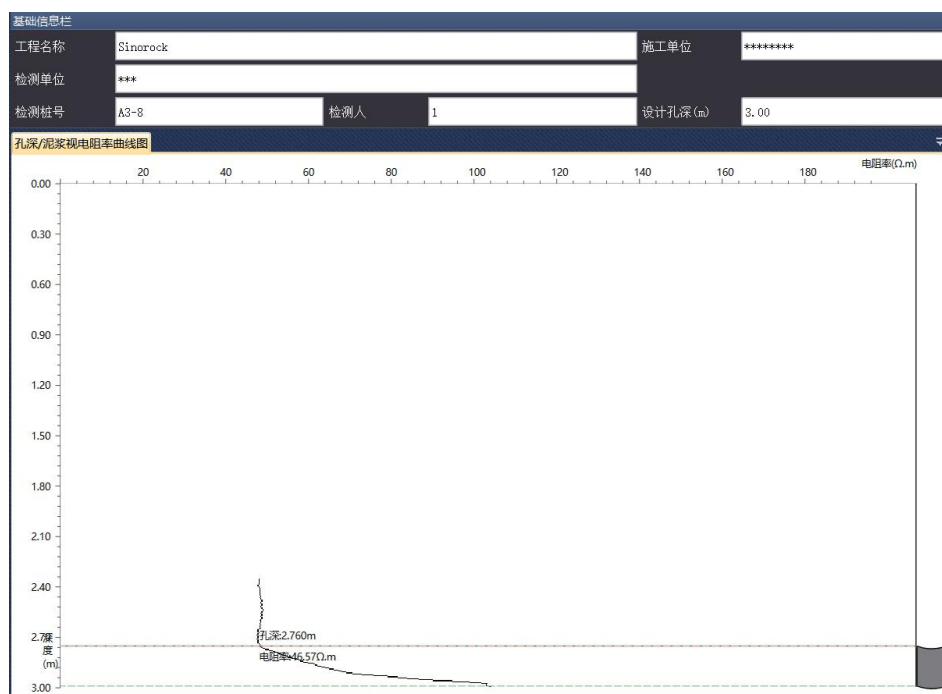

图7-6 选取电阻率曲线变化位置
2、选择电阻率曲线变化的位置：在曲线图区域通过鼠标选择电阻率变化的位置。如下图7-6所示。